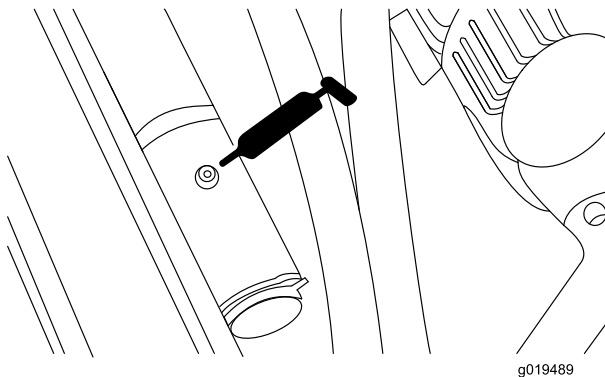

Bild 48
- Hintere Hubzylinder-Drehbüchsen (2) (Bild 48).